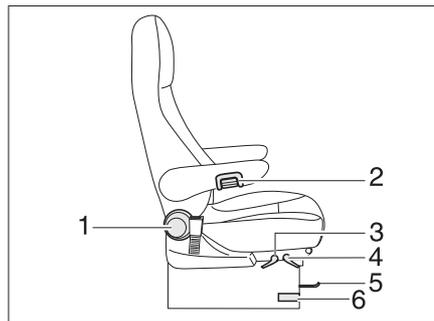

Bild 89 Fahrer- und Beifahrersitz
- Den Hebel zum Drehen des Sitzes (Bild 89,6) drücken oder ziehen. Der Sitz wird aus der Arretierung gelöst.